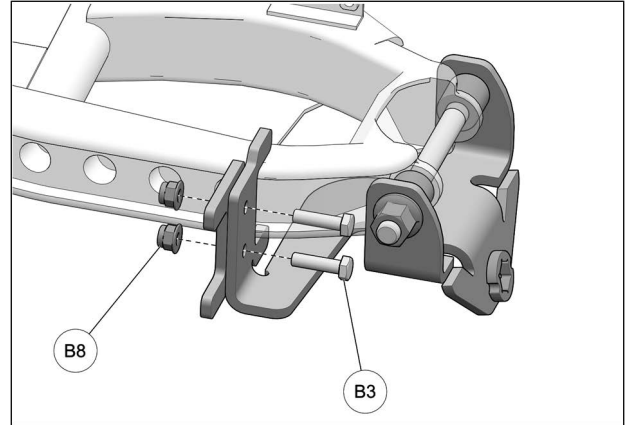

Fig. 13
14. Fixer la plaque espaceur en utilisant les boulons (B3) et les écrous (B8). Serrer à la main. Fig. 13